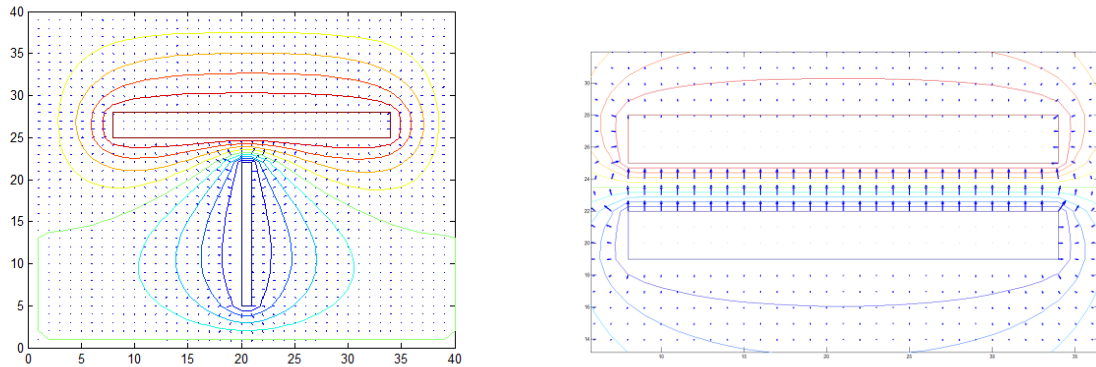

Figure 4. Représentations du champ électrostatique.
- En utilisant la formule $\vec{E} = -\overrightarrow{\text{grad}}V$, calculer les composante E_x et E_y en tout point du domaine de calcul. Représenter le champ électrique à l'aide de la fonction Matlab / Octave 'quiver' (voir la Figure 4).